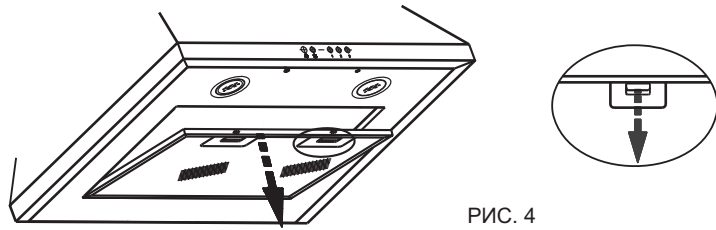

РИС. 4
8.3 Для очистки алюминиевого фильтра извлеките его из зонта (рис. 4) и произведите его очистку с помощью щетки горячим водным раствором нейтрального средства вручную или в посудомоечной машине (при 60°C). Сильно загрязненный фильтр не следует мыть в посудомоечной машине вместе с посудой.
- перед установкой зонта снимите алюминиевый фильтр, для этого нажмите на пружинный замок на фильтре и потяните его вниз и на себя (рис. 4);